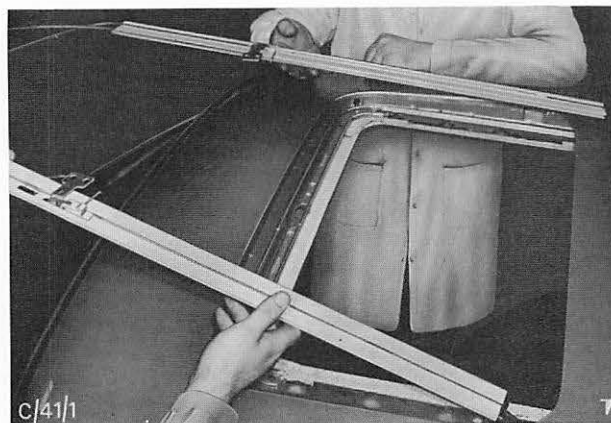

Abb. 5 Führungsschienen ausbauen
5. Kurbeldachdeckel kompl. in Einbaulage bringen. Darauf achten, daß die hinteren Haltezapfen der Führungsschienen in das Loch am Dachträger hinten greifen. Abb. 5. Deckel nach hinten schieben.